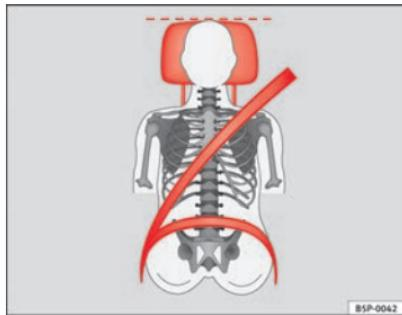
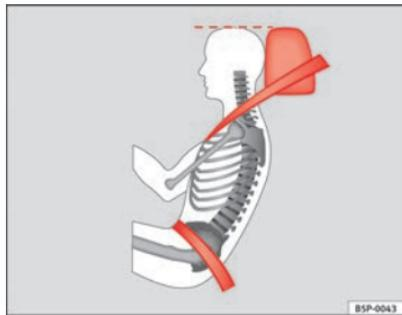

Fig. 3 Apoyacabezas
Fig. 4 Apoyacabezas
- Ajuste el apoyacabezas de modo que el borde superior quede, en la medida de lo posible, a la altura de la parte superior de la cabeza, como mínimo a la altura de los ojos **⇒ fig. 3 y ⇒ fig. 4**.